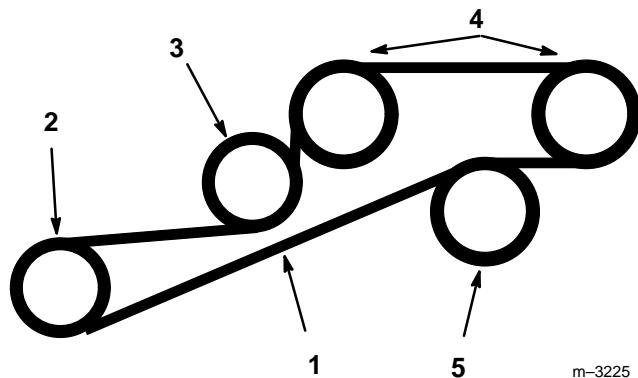

Figure 50
2. Abaisser la poulie de tension à ressort et retirer la courroie de traction de la poulie du moteur, de la poulie de tension fixe et des poulies des pompes hydrauliques (Fig. 50). Retirer la courroie par dessus l'embrayage.
3. Mettre une nouvelle courroie en place par dessus l'embrayage sur la poulie du moteur, la poulie de tension fixe et les poulies des pompes hydrauliques (Fig. 50).
4. Abaisser la poulie de tension à ressort pour la mettre en place sous la courroie, puis la laisser remonter (Fig. 50).